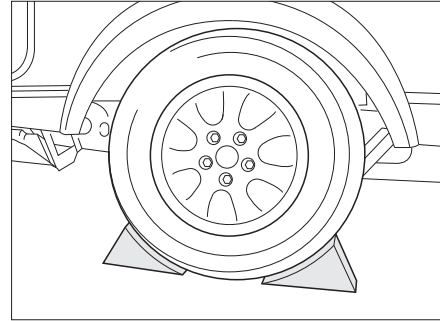

Fig. 174 Bloquer le véhicule
- Placer des sabots de freins ou autres objets similaires contre la roue d'en face pour bloquer le véhicule (Fig. 174).